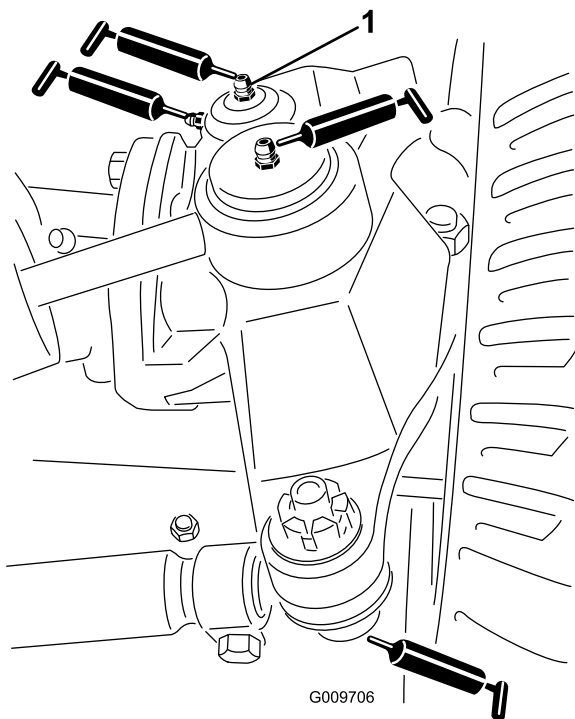

Figura 51
- Rótulas do cilindro de direcção (2) (Figura 51)
- Rótulas esféricas da barra de ligação (2) (Figura 51)
- Buchas do pino principal (2) (Figura 51) **O bocal superior do pino principal apenas deverá ser lubrificado uma vez por ano (2 bombas).**